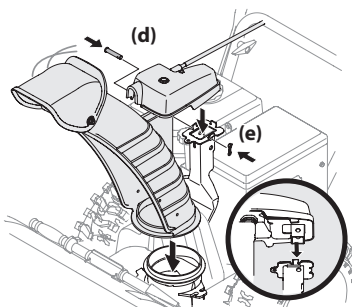

Figura 2-41
3. Coloque el canal sobre la base del canal y asegúrese de que la varilla de control del canal se encuentre debajo del panel de la manija. Sujete el cabezal de control del canal a la ménsula de soporte del canal con el pasador de horquilla (d) y el pasador de chaveta con unión curva (e) que extrajo en el Paso 1. Consulte Figura 2-41.